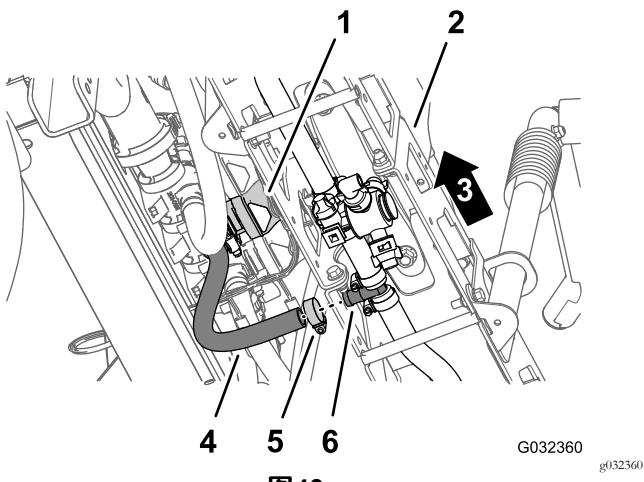

图43
5. 在中央喷洒臂段下方取下将喷洒臂段的供水软管固定到宝塔 T 形接头的软管夹图43。